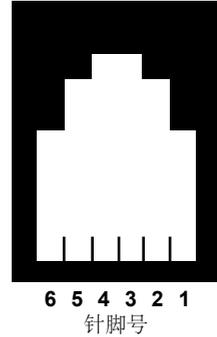

图 24 RJ11 接头
- EIA 232C通讯的电气接线符合EIA 232C标准。请注意TFA EIA 232C需要一个RJ11的连接头连接到9芯D型接头上。图24描述了TFA流量计的RJ11接线头。